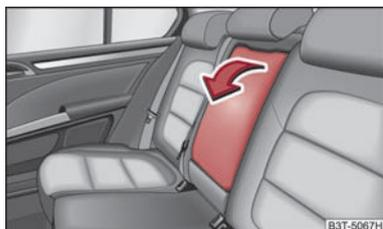

Abb. 76 Rücksitze: Armlehne
- Die Armlehne können Sie zur Komforterhöhung herunterklappen ⇒ Abb. 76.